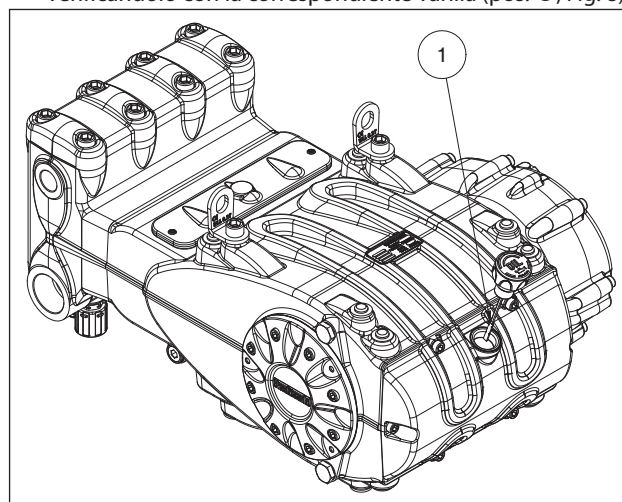

Fig. 8
- El aceite en el cárter de la bomba alcance el nivel previsto, verificándolo con la correspondiente varilla (pos. ①, Fig. 8).